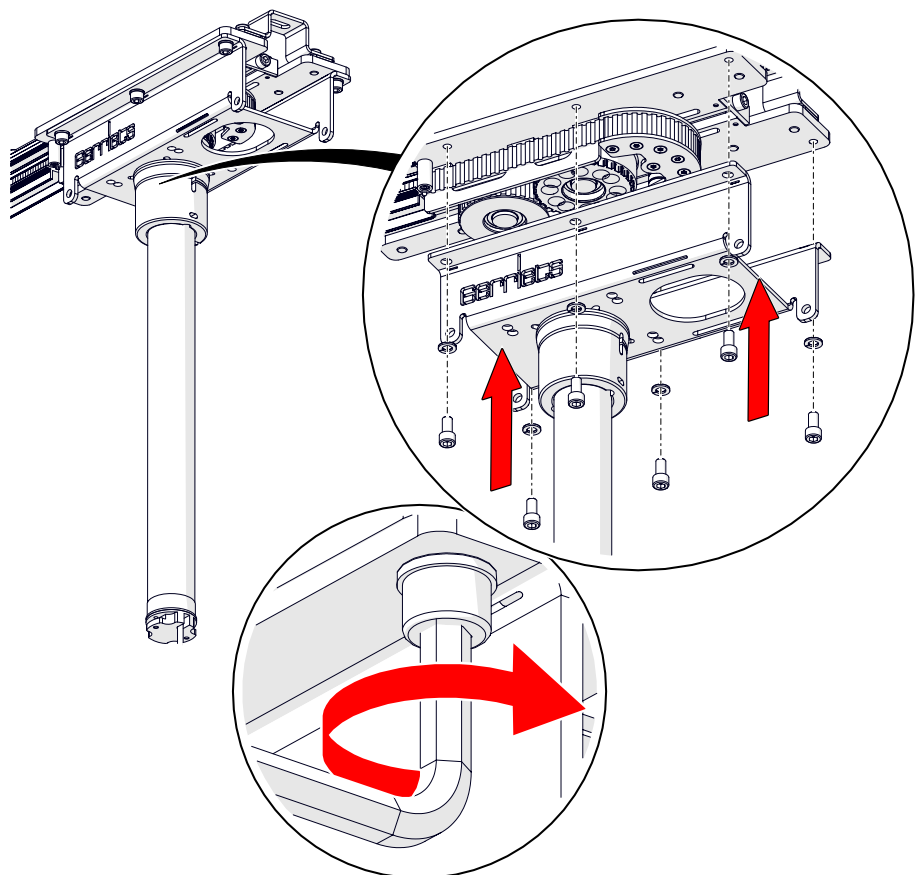

Abb. 88: Motorisierung anbringen
- ➔ Heben Sie den Motor, entsprechend dem Gewicht, mit einer Hebevorrichtung zur Motoreinheit am Schienensystem und verschrauben Sie die sechs Zylinderschrauben mit einem ISK SW 8 (siehe Abb. 88).